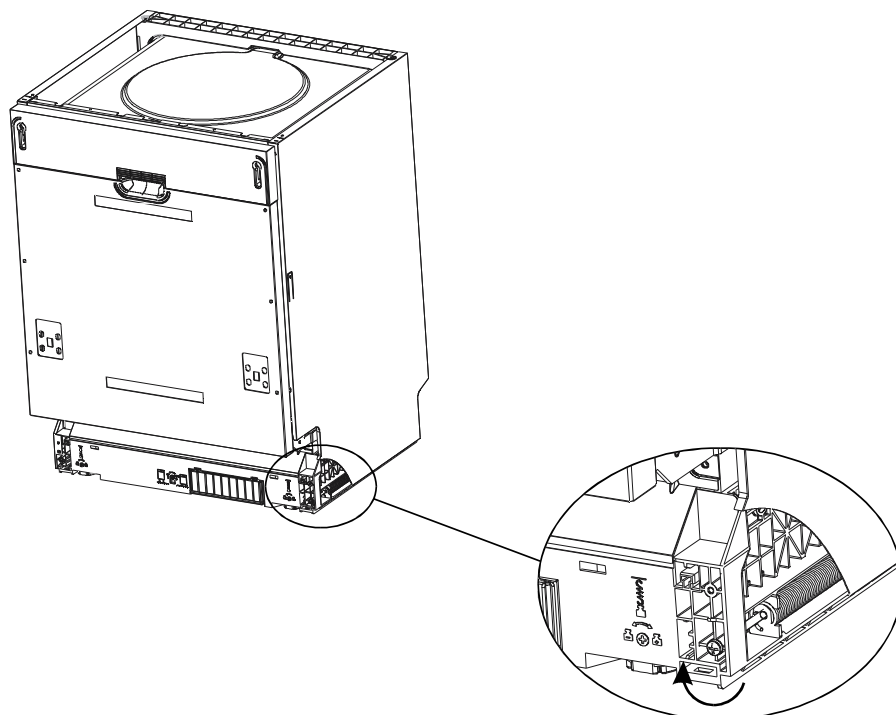

Рисунок 7
чтобы натянуть левую и правую пружину. Если этого не сделать, посудомоечная машина может быть повреждена (рис.5 или рис. 7, схема 2).
6. Закрепите конденсационную полосу под столешницей шкафа (рис.7, схема 3). Убедитесь, что полоска закреплена вровень с краем столешницы. Конденсационная полоска защищает столешницу от влаги.
8. Отрегулируйте высоту посудомоечной машины (рис.7, схема 5). Заднюю ножку можно отрегулировать с передней стороны машины, поворачивая винты с левой и правой стороны прибора. Чтобы отрегулировать передние ножки, с помощью гаечного ключа поворачивайте ножки, пока не выровняете посудомоечную машину.
- А. Обычная столешница: закрепите столешницу с помощью двух шурупов для дерева. Убедитесь, что посудомоечная машина не висит на столешнице (рис.7, схема 6).
- В. Мраморная или гранитная столешница – закрепите скобу на боковой панели посудомоечной машины и прикрепите посудомоечную машину к корпусу мебели. Закройте винт резиновой заглушкой (рис.7, схема 7).